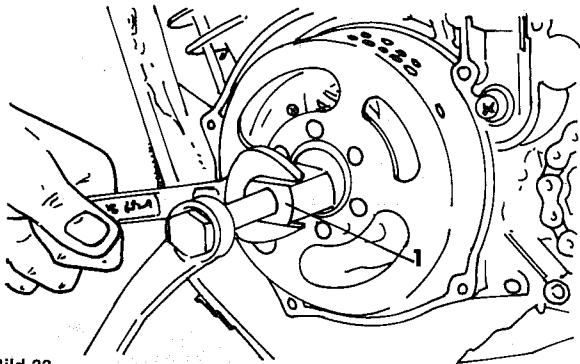

Bild 33
- Die Schwungrad-Abziehvorrichtung (Bestellnummer 90890-01189, «1» in Bild 33) am Schwungrad anbringen und festziehen. Beachten, dass die Abziehvorrichtung ein Linksgewinde hat.